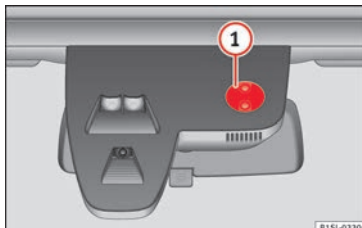

Fig. 115 Superficie di riferimento del sensore di rilevamento pioggia.
Alcuni esempi di possibili cause di anomalie ed interpretazioni errate *nella zona della superficie di riferimento* » **fig. 115** ① del sensore di rilevamento pioggia e luminosità: